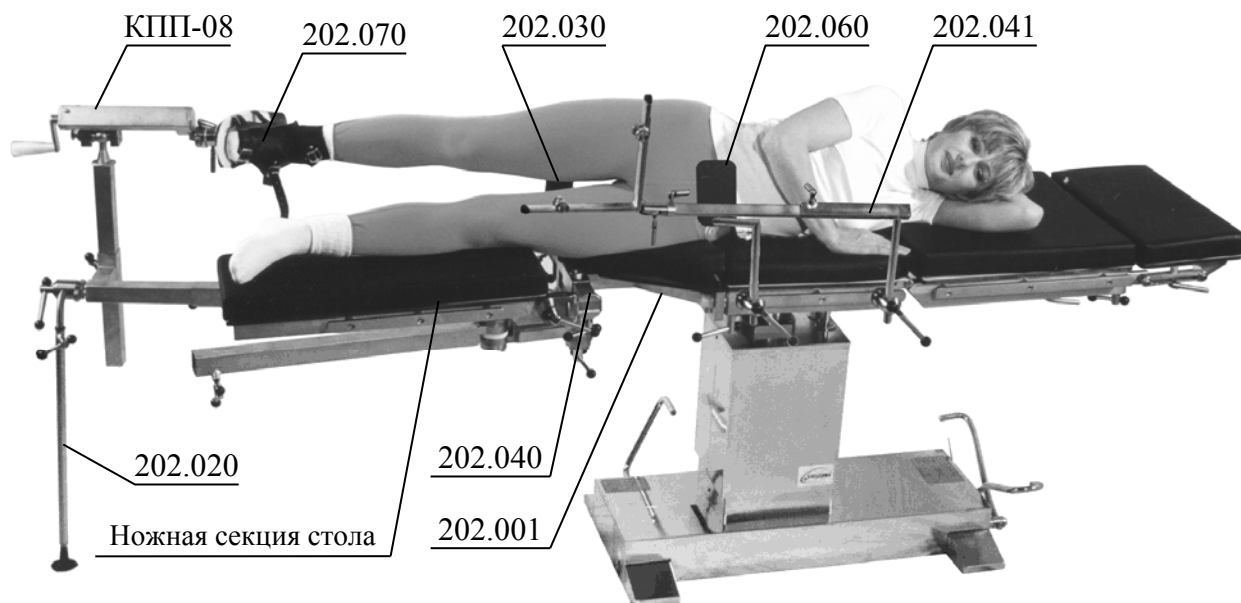

**Рисунок 3.**
**9.4 Оперирование бедра (Рисунок 3).**